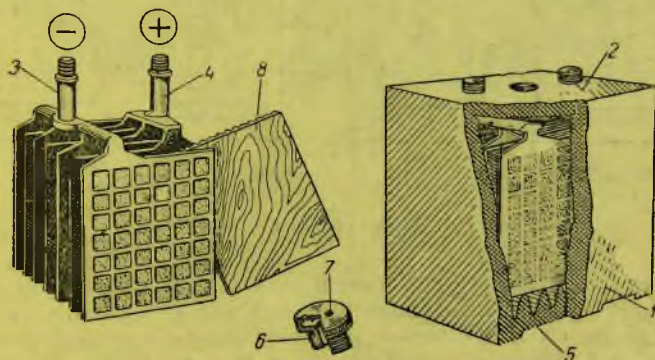

Рис. 115. Устройство аккумулятора
На наших мотоциклах устанавливаются кислотные, на которых и остановимся подробнее. На рис. 115 показано устройство такого аккумулятора. Вся его система помещается в сосуде (1), сделанном из материала, не проводящего электрический ток. В крышке (2) закрепляются две разноименных секции свинцовых пластин (3 и 4), в ячейках которых запрессована активная масса.